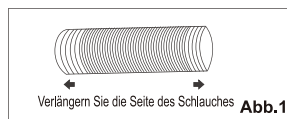
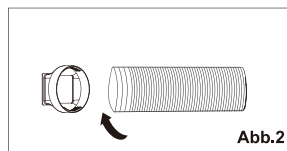

Abb. 1
Abb. 2
1. Ziehen Sie eine Seite des Schlauchs heraus (Abb.1) und schrauben Sie den Schlaucheinlass an (Abb.2).